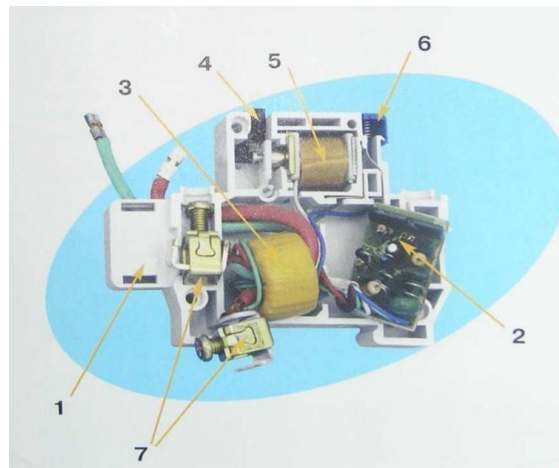

Рис. 2
2. Определить назначение устройства, представленного на рис.2 и назвать его основные компоненты.